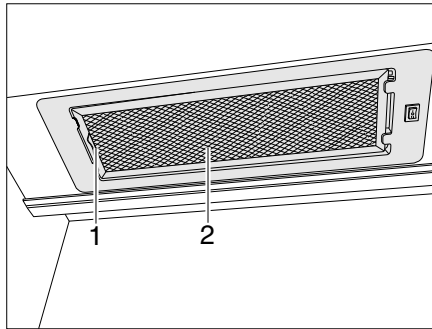

Bild 148 Dunstabzug
- Den Hebel (Bild 148,1) nach innen drücken.
- Den Filter (Bild 148,2) nach unten entfernen.